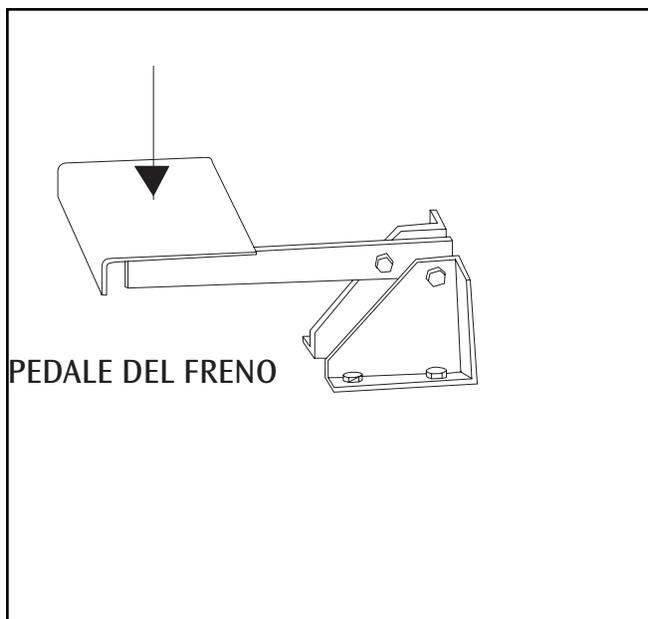

FIGURA 6
**PEDALE DEL FRENO Vedi figura 6**